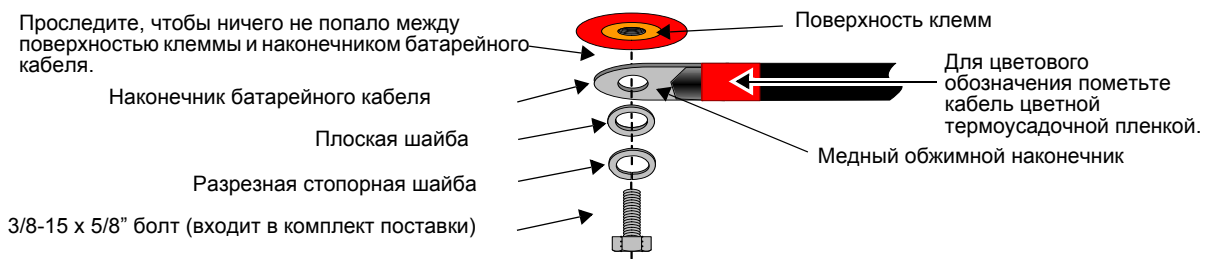

Рис. 2-10 Подключение батарейных кабелей
3. Подключите один соединитель кабеля **ПОЛОЖИТЕЛЬНОЙ (+)** полярности к **ПОЛОЖИТЕЛЬНОЙ** клемме постоянного тока инвертора/зарядного устройства. Будьте внимательны, соблюдайте правильную полярность. На Рис. 2-10 показан правильный порядок укладки деталей при подключении. Чтобы зажать болт с требуемым моментом затяжки, используйте гаечный ключ.
5. Подключите батарейный кабель ОТРИЦАТЕЛЬНОЙ (–) полярности к ОТРИЦАТЕЛЬНОЙ (–) клемме инвертора/зарядного устройства. Будьте внимательны, соблюдайте правильную полярность. На Рис. 2-10 показан правильный порядок укладки деталей при подключении. Чтобы зажать болт с требуемым моментом затяжки, используйте гаечный ключ.